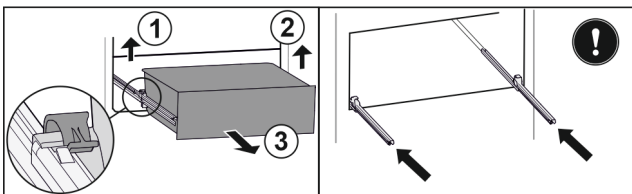

Fig. 66
- ▶ Linker klem optillen en gelijktijdig lade links naar voren trekken. Fig. 66 (1)
- ▶ Rechter klem optillen en gelijktijdig lade rechts naar voren trekken. Fig. 66 (2)
- ▶ Lade naar voren toe verwijderen. Fig. 66 (3)